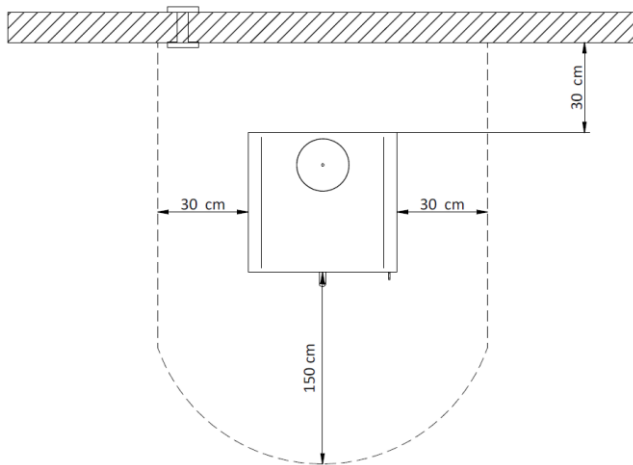

Figura 32 - Distanze minime di sicurezza
* Sulle pareti immediatamente adiacenti alla stufa non sono ammessi materiali infiammabili. Si deve rispettare una distanza di sicurezza di 20 cm sul retro, di 30 cm sui lati e di 120 cm sul davanti, Figura 32;